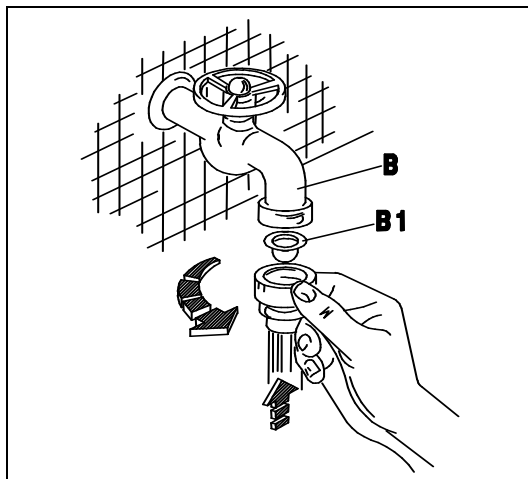
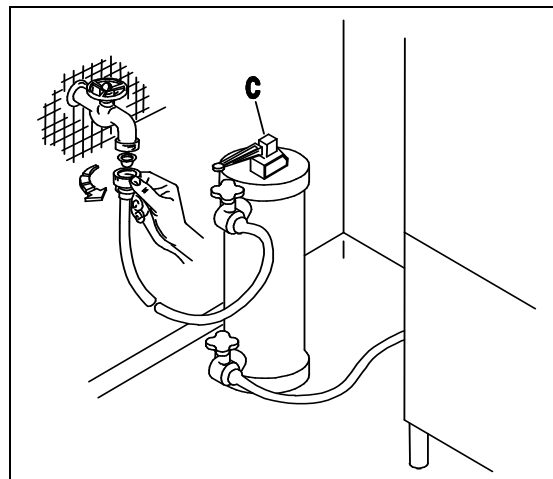
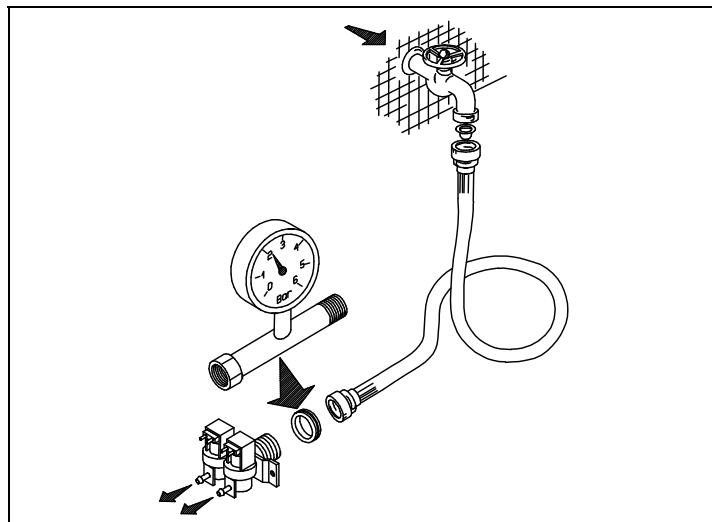
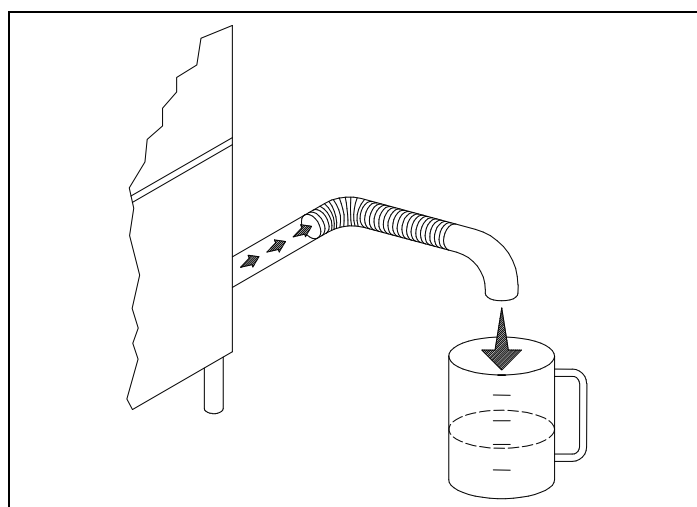

Рис. 2-2
Рис. 2-3
Рис. 2-4
Рис. 2-5
- Прибор предназначен для подключения к системе холодного или горячего водоснабжения (макс. 50÷55°C). При открытом клапане давление в системе должно иметь значение, указанное в Таблице 2-1. Если давление превышает максимально допустимое значение, установите редуктор давления. Если давление составляет меньше минимально допустимого значения, установите вспомогательный нагнетательный насос (макс. 0,5 Hp) производительностью 20 л/мин. и напором 15÷20 метров. Давление необходимо измерять на впуске электромагнитного клапана (см. рис. 2-4). Водопроводные трубы должны иметь внутренний диаметр по меньшей мере 16/18 мм (см. рис. 2-5). Подсоедините подающую водопроводную трубу прибора к запорному крану (B), предпочтительно размещенному рядом с прибором и подходящему для специального фильтра (B1) (см. рис. 2-2). Вверх по потоку от электромагнитного клапана машины рекомендуется установить водоумягчитель (C) (не поставляется) (см. рис. 2-3).
- The appliance is designed for connection to the cold or hot water supply (max. 50÷55°C) at a mains pressure with the valve open as shown in Table 2-1 and a minimum output of 10 litres/min. If pressure exceeds the maximum, fit a pressure reducer. If pressure is lower than the minimum, fit a pressure booster pump of max. 0.5 Hp, with an output of 20 litres/min. and a head of 15÷20 metres. Pressure must be measured at the solenoid valve inlet (see fig. 2-4). The water pipes must have an internal diameter of at least 16/18 mm (see fig. 2-5). Connect the appliance water supply pipe to a cut-out tap (B), preferably placed close to the appliance, fitting the special filter provided (B1) (see fig. 2-2). We recommend fitting a water softener (C) (not provided) upstream from the machine solenoid valve (see fig. 2-3).
- Das Gerät ist für den Anschluss an Warm- und Kaltwasser (max. 50÷55°C) vorgesehen, wobei der Druck bei offenem Ventil dem in Tab. 2-1. Bei höherem Druck als dem empfohlenen einen Druckminderer installieren. Bei niedrigerem Druck als empfohlen eine Druckerhöhungspumpe mit max. 0,5 Hp, einer Förderleistung von 20l/min und einer Förderhöhe von 15-20m installieren. Die Druckkontrolle muss am Eingang des Elektroventils erfolgen (siehe Bild 2-4). Die Wasserleitung muss einen Innendurchmesser von mindestens 16/18 mm aufweisen (siehe Bild 2-5). Den Zulaufschlauch des Gerätes an einen möglichst nahegelegenen Wasserhahn (B) anschliessen und den vorgesehenen Filter (B1) anbringen (siehe Bild 2-2). Der Einbau eines Etkalkers (C) wird empfohlen; dieser gehört nicht zur Ausstattung und muss vor dem Elektroventil der Maschine eingebaut werden. (siehe Bild 2-3).
- L'appareil peut être raccordé à l'eau froide ou chaude (50÷55°C max) à une pression, soupape ouverte, comme indiqué dans le tableau 2-1. Si la pression dépasse la pression maximum conseillée, il faut installer un réducteur de pression. Si la pression est inférieure à la pression minimum conseillée, il faut installer une pompe pour faire augmenter la pression de 0,5 Hp max., à un débit de 20 litres /min et à une hauteur d'élévation de 15-20 m. Le contrôle de la pression sera effectué à l'entrée de l'électrovanne (voir fig. 2-4). Les conduites d'eau auront un diamètre interne d'au moins 16/18 mm (voir fig. 2-5). Raccorder la conduite d'arrivée de l'eau de l'appareil à un robinet secondaire (B), installé si possible tout près de l'appareil, après avoir intercalé le filtre spécial fourni (B1) (voir fig. 2-2). Nous conseillons d'installer un adoucisseur (C) (non fourni) qui sera monté en amont de l'électrovanne de la machine (voir fig. 2-3).
- Este aparato se puede alimentar con agua caliente o fría (máx. 50÷55°C); la presión del agua con válvula abierta está indicada en la tabla 2-1. En caso de que la presión fuera superior a la máxima que se aconseja, instale un reductor de presión; si fuera demasiado baja, instale una bomba de aumento de presión de 0,5 Hp (máximo), con un caudal de 20 litros por minuto y una altura de elevación de 15 a 20 m. El control de la presión se debe efectuar en la entrada de la electroválvula (véase fig. 2-4). La tubería del agua debe tener un diámetro interior de 16-18 m. por lo menos (véase fig. 2-5). Conecte el tubo de alimentación del agua del aparato a un grifo de paso (B), que irá montado preferentemente muy cerca del aparato, tras interponer el filtro (B1) del equipamiento base (véase fig. 2-2). Es aconsejable instalar un descalcificador (C) (que no forma parte del equipamiento base). El descalcificador irá montado antes de la electroválvula de la máquina (véase fig. 2-3).
- O aparelho é predisposto para ser alimentado com água fria ou quente (máx 50÷55°C), com uma pressão, com a válvula aberta, como indicado na Tab 2-1 e com um fluxo de 10 lt/min. No caso de uma pressão superior à máxima indicada, é necessário instalar um redutor de pressão. No caso de a pressão ser inferior à indicada, é necessário instalar uma bomba de máx 0,5 Hp, com um fluxo de 20 lt/min. O controle da pressão deve ser efetuado na entrada da electroválvula (ver figura 2-4). O tubo de água ou mangueira deve ter um diametro interno de pelo menos 16/18 mm (ver fig. 2-5). Conectar o tubo de
alimentação de água do aparelho à uma torneira de fechamento manual (B), colocada de preferencia proxima ao aparelho, conectando o filtro em dotação (B1) (ver fig. 2-2). Aconselha-se a instalação de depurador (filtro) de águas duras (calcário) (C), o qual não é previsto no fornecimento da máquina, montado antes da entrada da electroválvula (ver fig. 2-3).
- (NL)**
- Het apparaat is geschikt voor aansluiting op warm of koud water (max. 50÷55°C), met een druk bij geopend ventiel zoals aangegeven in Tab. 2-1. Bij een hogere druk dan de geadviseerde maximum druk moet er een drukregelaar geïnstalleerd worden. Bij een lagere druk dan de geadviseerde minimum druk moet een drukverhogingspomp van max. 0,5 Hp geïnstalleerd worden met een opbrengst van 20 l/min en een opvoerhoogte van 15-20 m. De controle van de druk moet op de ingang van het elektroventiel gecontroleerd worden (zie afb. 2-4). De waterslang moet een inwendige diameter van ten minste 16/18 mm hebben (zie afb. 2-5). Sluit de watertoevoerslang van het apparaat aan op een afsluitkraan (B) die bij voorkeur dicht bij het apparaat geplaatst moet zijn en zet het speciale meegeleverde filter (B1) ertussen (zie afb. 2-2). Er wordt geadviseerd om een waterontharder (C) (niet meegeleverd) te installeren, die vóór het elektroventiel van de machine geplaatst moet worden (zie afb. 2-3).